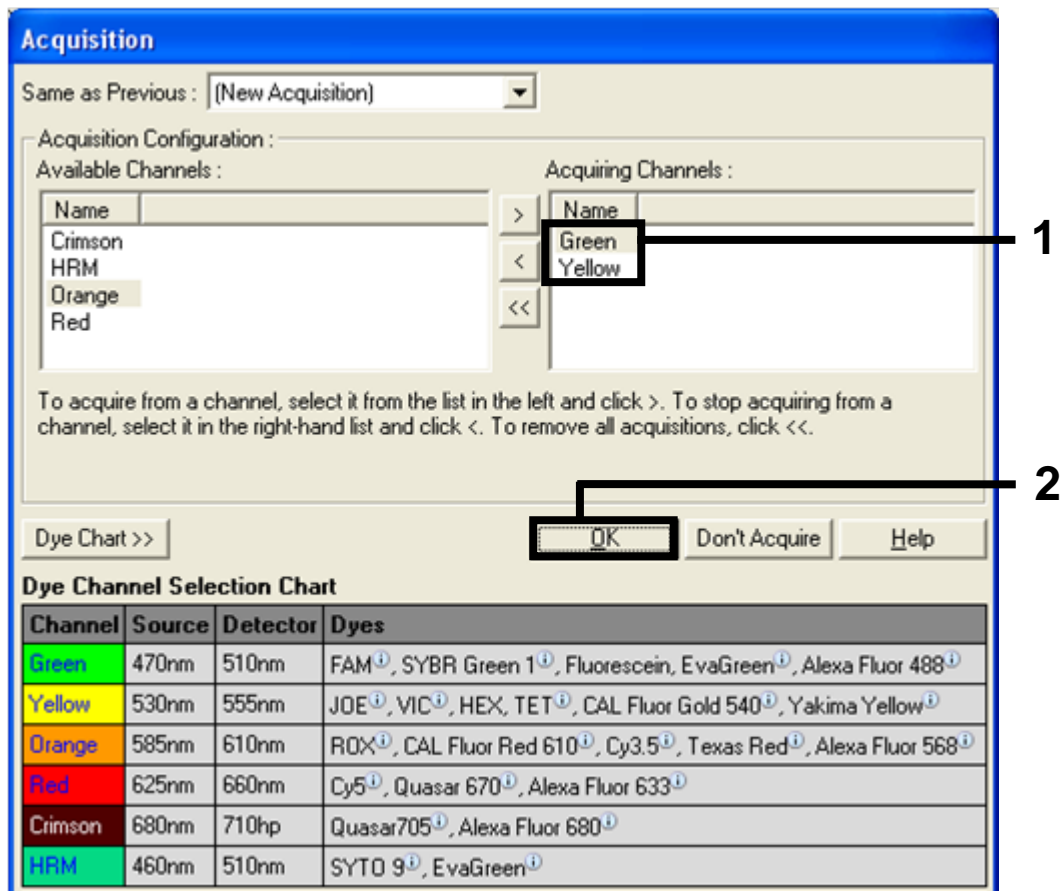

Bild 28. Hämtning vid cyklingssteg vid 60 °C. (1 = valda kanaler, 2 = knappen "OK".)
10. Ange "Green" [Grön] och "Yellow" [Gul] som hämtningskanaler genom att välja knappen ">" för att överföra dem från listan "Available Channels" [Tillgängliga kanaler]. Klicka på "OK" (bild 28).